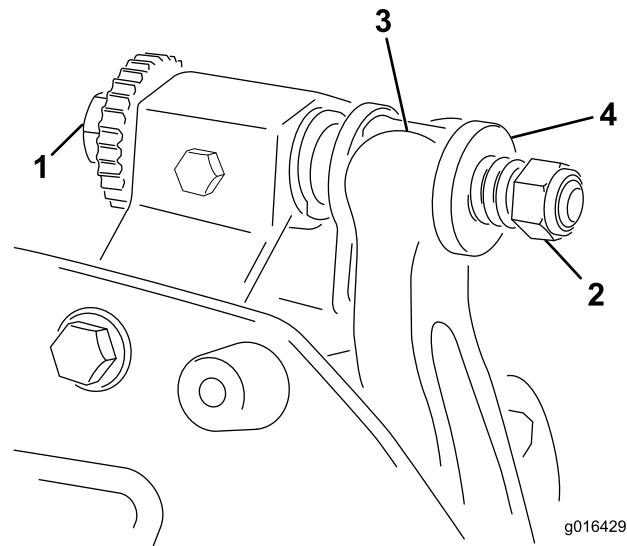

Figura 17
1. Rotii urubul de reglare pentru bara de cadru în sens invers acelor de ceasornic, pentru a îndepărta contracuitul de cilindru (Figura 17).
- Deurubai piulia pentru tensionarea arcului până când aiba nu mai este lipită de bara de cadru (Figura 17).
1. Instalezi ansamblul bară de cadru/contracuit, poziționând urechile de montare între aibe și urubul de reglare pentru bara de cadru (Figura 17).